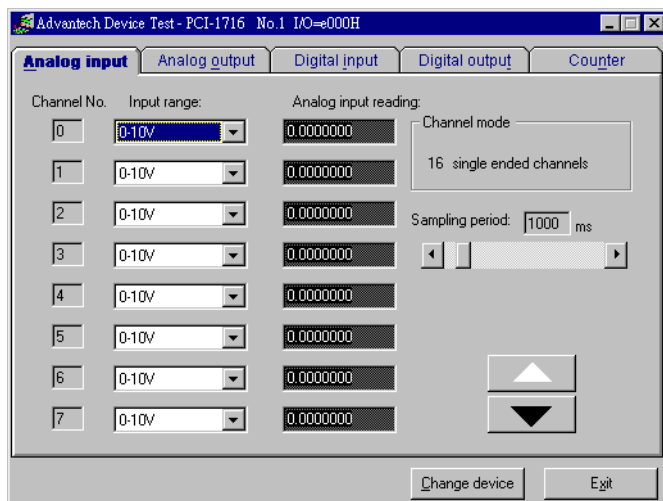

图 2.6：设备测试对话框中的输入标签
4. 在“Installed Devices”列表框中选择已经安装的板卡，点击“Setup”按钮，在“Device Setting”对话框内（如图 2.6 所示），用户可将 A/D 通道配置为 8 路差分或 16 路单端，并将 D/A 电压参考指定为外部或内部，并定义 2 个 D/A 通道的输出电压范围，设备配置完成后请点击“OK”按钮。